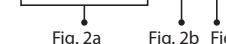

Fig. 2b
Schalter 6 am Tone Selector DIP-Schalter dient zur Regelung der Tonausstärke (siehe Abb. 2b). Die Standardeinstellung (Schalter AUS) ist hohe Lautstärke. Wird der Schalter auf EIN gestellt, so wird die Tonausgabe um 8 dB verringert.
b. Met dipschakelaar 6 op het toonschakelblok selecteert u het geluidsvolume (zie afb. 2b). De fabrieksinstelling (schakelaar op OFF) is Hoog volume. Door deze schakelaar op ON te zetten wordt het geluidsvolume met 8dB verminderd.
b. Switch 6 on the Tone Selector DIP switch is used to select the sound volume (See Figure 2b). The default setting (switch OFF) is high volume. Changing the switch to ON reduces the sound output by 8dB.